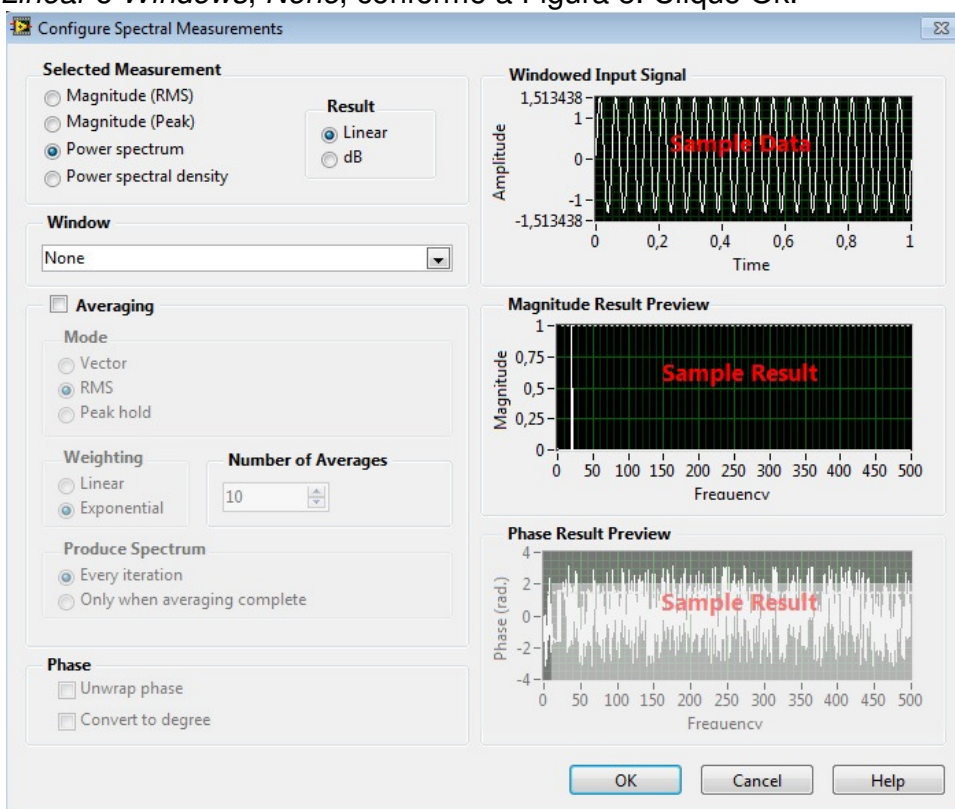

Figura 5 – Janela opções de configuração do bloco *Spectral*.
6. Na janela *Configure Spectral Measurements* selecione *Power Spectrum*, *Linear* e *Windows, None*, conforme a Figura 5. Clique Ok.